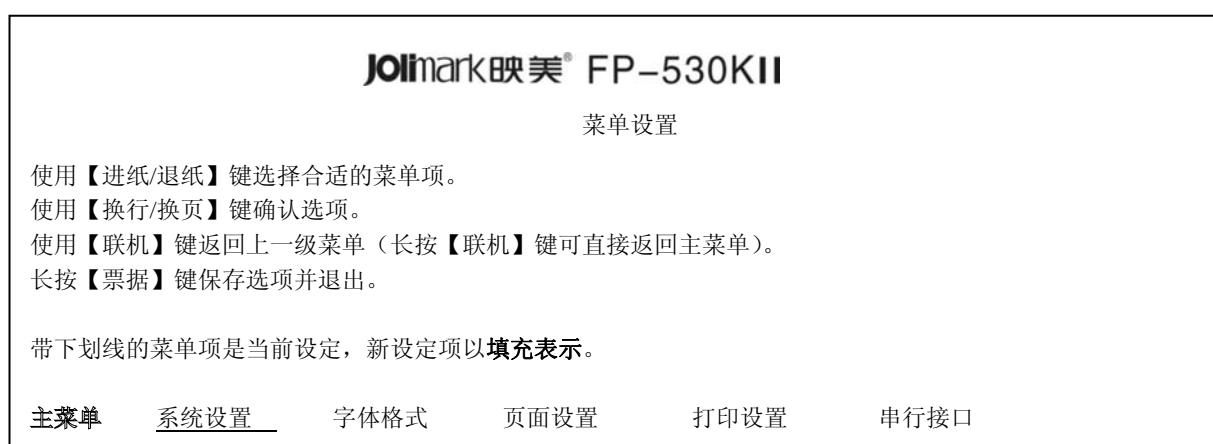

图 4-4 进入菜单设置系统的打印示例
- 首先打印出标题和第一个菜单（如图4-4所示）。带下划线的选项是当前的默认选项。打印头就停留在当前默认选项下方。